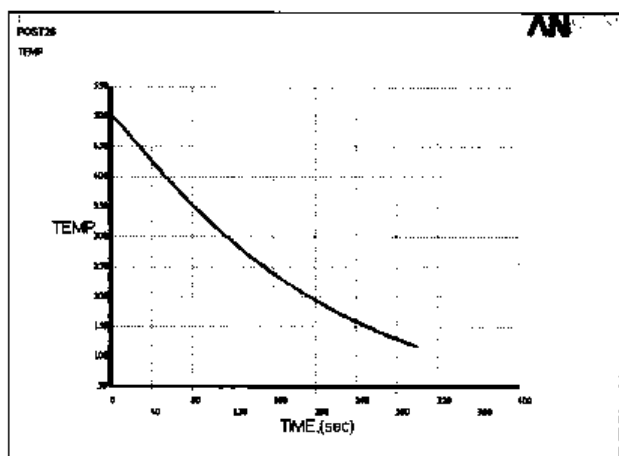

图 10-108 B 点温度随时间的变化关系曲线
(36) 选择 Main Menu | TimeHist Postpro | Graph Variables 命令, 出现 Graph Time-History Variables 对话框, 在文本框中输入 3, 单击 OK 按钮, ANSYS 显示窗口将显示 B 点温度随时间的变化关系曲线图, 如图 10-108 所示。